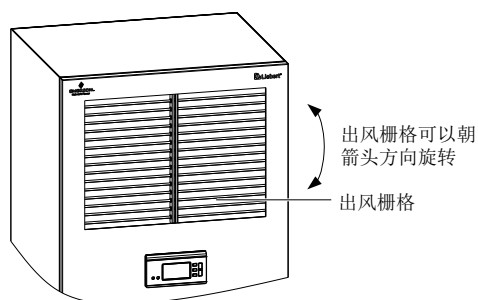

图2-8 调节气流方向
4. 上下摆动出风格栅以调整室内机气流方向, 调整角度为 45 度, 如图 2-8 所示。